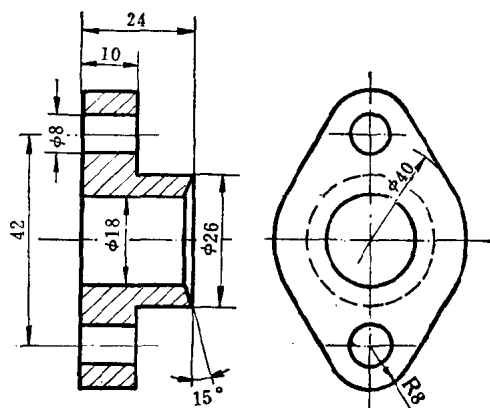

图1-2 尺寸标注方法
表1-1中前四种最常用，如图1-2。
(1) 总则: ①机件的真实大小应以图样上所注的尺寸数值为依据, 与图形的大小及绘图的准确度无关。
②图样中的尺寸单位为毫米时不需注明。采用其他单位时必须注明。在同一图中, 机件的每一尺寸一般只标一次。
(2) 细则: ①尺寸界线: 由所标注部位两端用细实线引出 (一般是垂直所标注轮廓)。
②尺寸线: 在尺寸界线间平行所标注部位, 用细实线画出, 两端画箭头指到尺寸界线上 (有时一端画箭头)。
③尺寸数字: 写在尺寸线中部上方 (或中断处), 字的方向规定为: 水平的字头朝上; 垂直的字头朝左; 倾斜的字头偏上。
(3) 常见的注法: ①两个符号: 直径符号 ϕ , 如图1-2
半径符号R，如图1-2中R8，表示半径是8的意思。
②角度注法：以角顶为圆心，任意长为半径画尺寸界线，字的方向总是水平书写，如图1-2中“15°”。